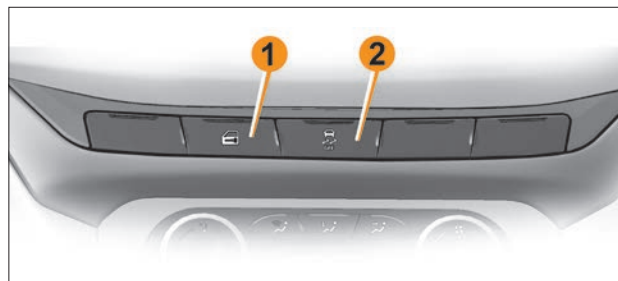

Рис. 3. Блок выключателей на панели приборов
Для блокировки замков дверей нажмите кнопку блокировки  на пульте. При этом произойдет блокировка замков дверей, что подтверждается загоранием на некоторое время индикатора на кнопке 1 (см. рис. 3) и двукратным световым сигналом указателей поворота.
– *Центральная блокировка/разблокировка замков дверей.* Для блокировки замков всех дверей из салона нажмите кнопку  на панели приборов, индикатор на кнопке **1** (рис. 3) загорится на некоторое время, затем погаснет. Если при нажатии кнопки  капот, багажник или одна из дверей были открыты, то двери обратно разблокируются. Закройте двери, капот, багажник, нажмите кнопку блокировки , все двери заблокируются. Разблокировка замков боковых дверей происходит при открывании со стороны салона любой передней двери, при открытии одной из задних дверей происходит разблокировка только открываемой двери. Для принудительной блокировки дверей, в случае открытой любой двери, требуется нажать и удерживать некоторое время кнопку .
При заведенном двигателе нажмите кнопку центрального замка  на панели приборов **1** (рис. 3) и удерживайте ее в течение пяти секунд. Сразу после нажатия кнопки загорится светодиод, двери заблокируются. Заглушите двигатель. Функция активирована.
При заведенном двигателе нажмите кнопку центрального замка  на панели приборов **1** (рис. 3) и удерживайте ее в течение пяти секунд. Функция отключена.